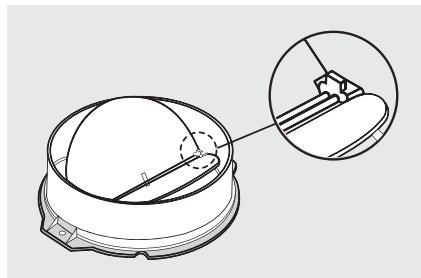

Figura 13.
3. Instale las dos solapas anti retorno en la salida de aire de la campana para evitar que insectos o cuerpos extraños ingresen al sistema funcional de la campana (Ver Figura 13).